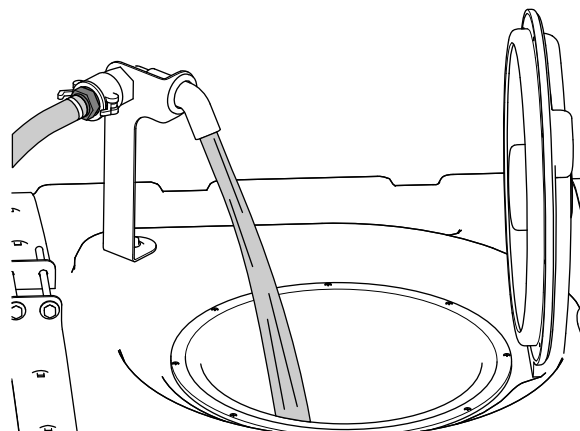

Рисунок 30
5. Залейте 3/4 требуемого объема воды в бак опрыскивателя (Рисунок 30).